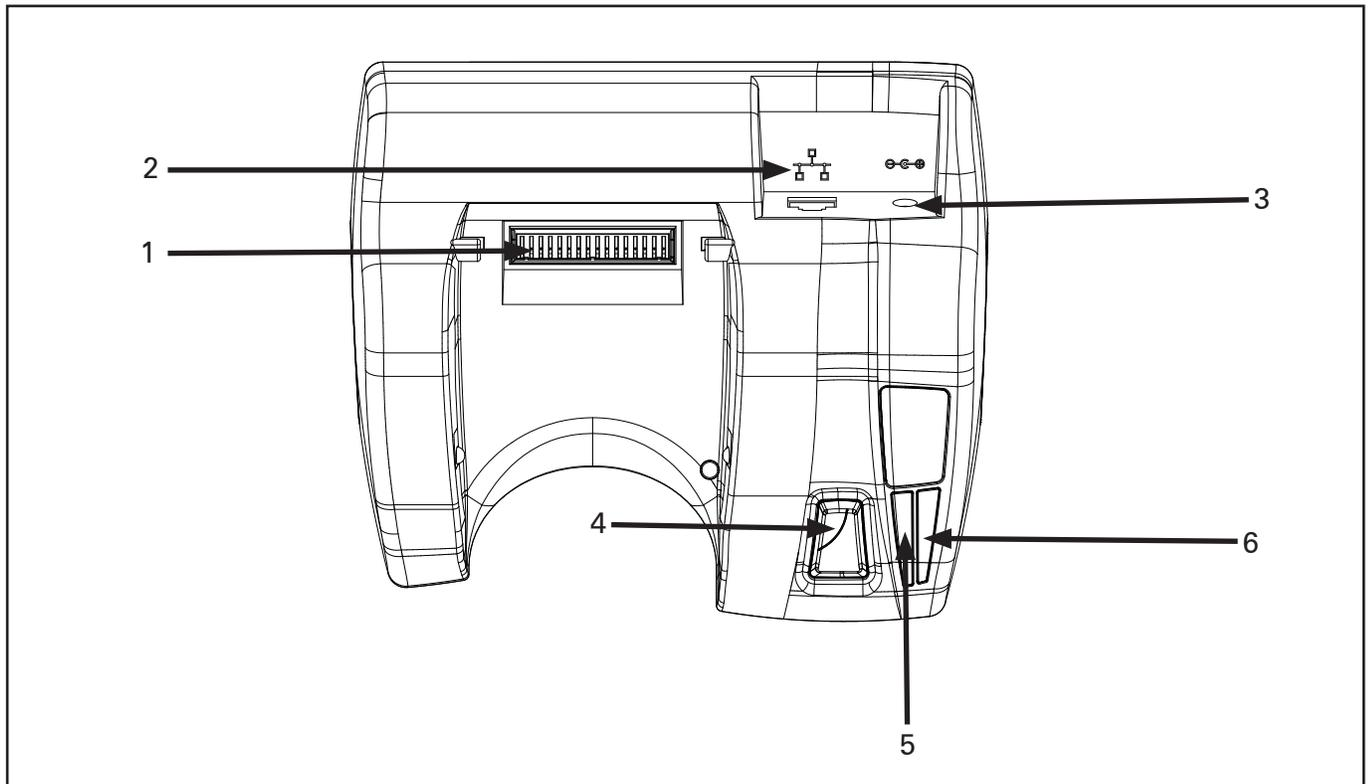

Abbildung 1: QLnEC
2. Schließen Sie den Netzadapter an der Rückseite der Station an (Abbildung 1, Nr. 3).
3. Schließen Sie das Ethernet-Kabel an der Rückseite der Station an (Abbildung 1, Nr. 2).
- Überprüfen Sie, ob die Lade-LED auf der Druckervorderseite und die Netz-LED (Abbildung 1 und 2, Nr. 6) auf dem Stationsbedienfeld leuchten.